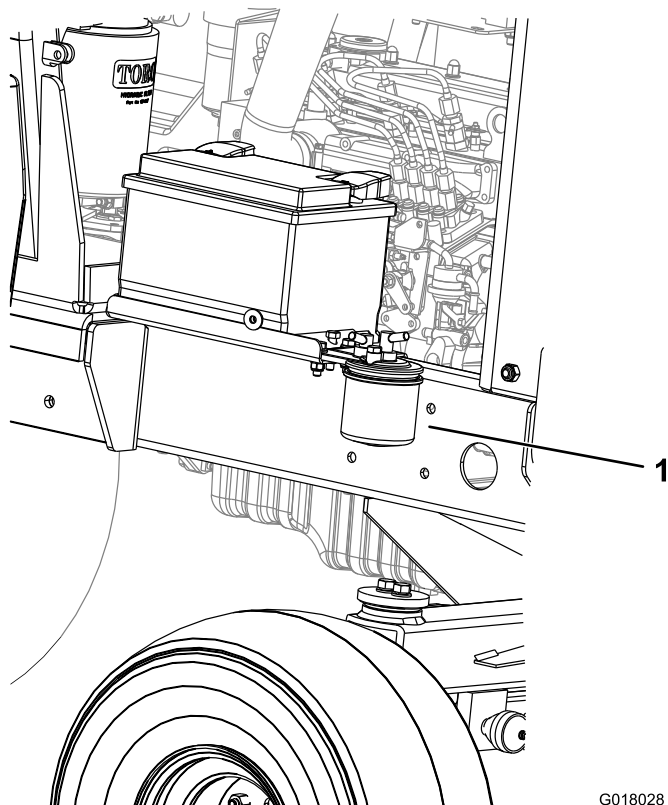

Figure 43
1. Placez un bac de vidange propre sous la cartouche du filtre à carburant (Figure 43).